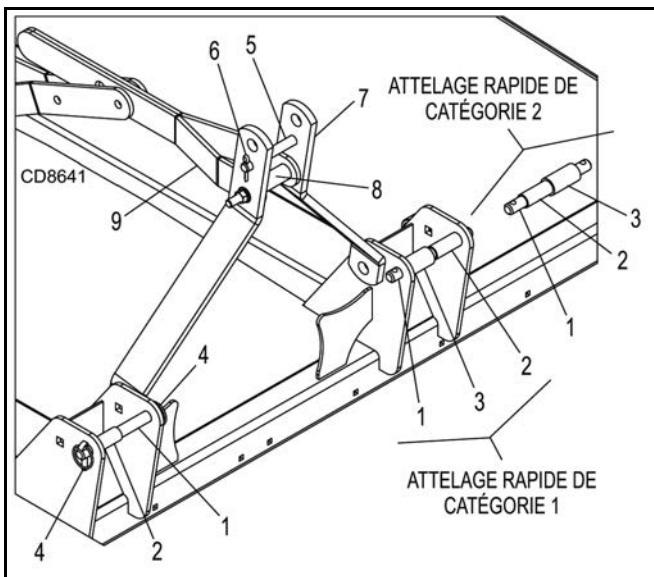

Figure 2. Connexion de l'attelage rapide et standard (DS8.30E)
2. Insérez les axes d'attelage inférieurs (1) entre les plaques de montant et les bras de relevage inférieurs du tracteur. Utilisez des manchons (2) pour maintenir les bras de relevage en place. Sécurisez à l'aide d'axes Klik (4) de 11,1 mm (7/16 in).
3. Reliez la bielle supérieure du tracteur au cadre en A de la faucheuse à l'aide des trous du milieu et d'une goupille de 19 mm (3/4 in) (5), d'une goupille fendue (6) et d'un axe Klik de 6,4 mm (1/4 in) (7). Voir la Figure 2.
2. Insérez les axes d'attelage inférieurs (1) et les manchons de 28,6 mm (1-1/8 in) DE (2) entre les plaques de montant et les bras de relevage inférieurs du tracteur. Utilisez des manchons (3) pour maintenir les bras de relevage en place. Sécurisez à l'aide d'un axe Klik de 11,1 mm (7/16 in) (4).
3. Reliez la bielle supérieure du tracteur au cadre en A de la faucheuse à l'aide des trous supérieurs et d'une goupille de 25,4 mm (1 in) fournie avec la bielle supérieure du tracteur. Voir la Figure 2.
1. Insérez les axes d'attelage inférieurs (1), les manchons de 28,6 mm (1-1/8 in) DE (2) et les manchons de 36,5 mm (1-7/16 in) DE (3) dans les plaques de montant. Sécurisez à l'aide d'axes Klik (4) de 11,1 mm (7/16 in). Notez l'orientation du manchon sur la Figure 2.
2. Le crochet supérieur situé sur l'attelage rapide entraînera le manchon de 31,8 mm (1-1/4 in) (8) entre les biellettes d'arrêt (9).